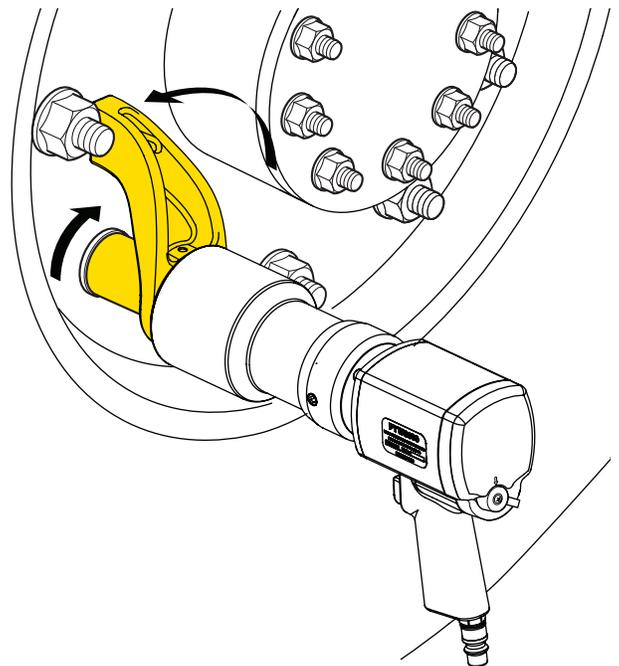

Fig. 8
9. La fig. 8 mostra la posizione del braccio di reazione quando l'attacco quadro ruota in senso orario.
11. Per serrare un elemento di fissaggio (o per applicare una coppia in senso orario), verificare che la leva di regolazione sia impostata su "F" e che la posizione del braccio di reazione corrisponda a quella illustrata nella fig. 8. A questo punto, abbassare completamente la levetta di sgancio e tenerla premuta finché la chiave non si sarà fermata.